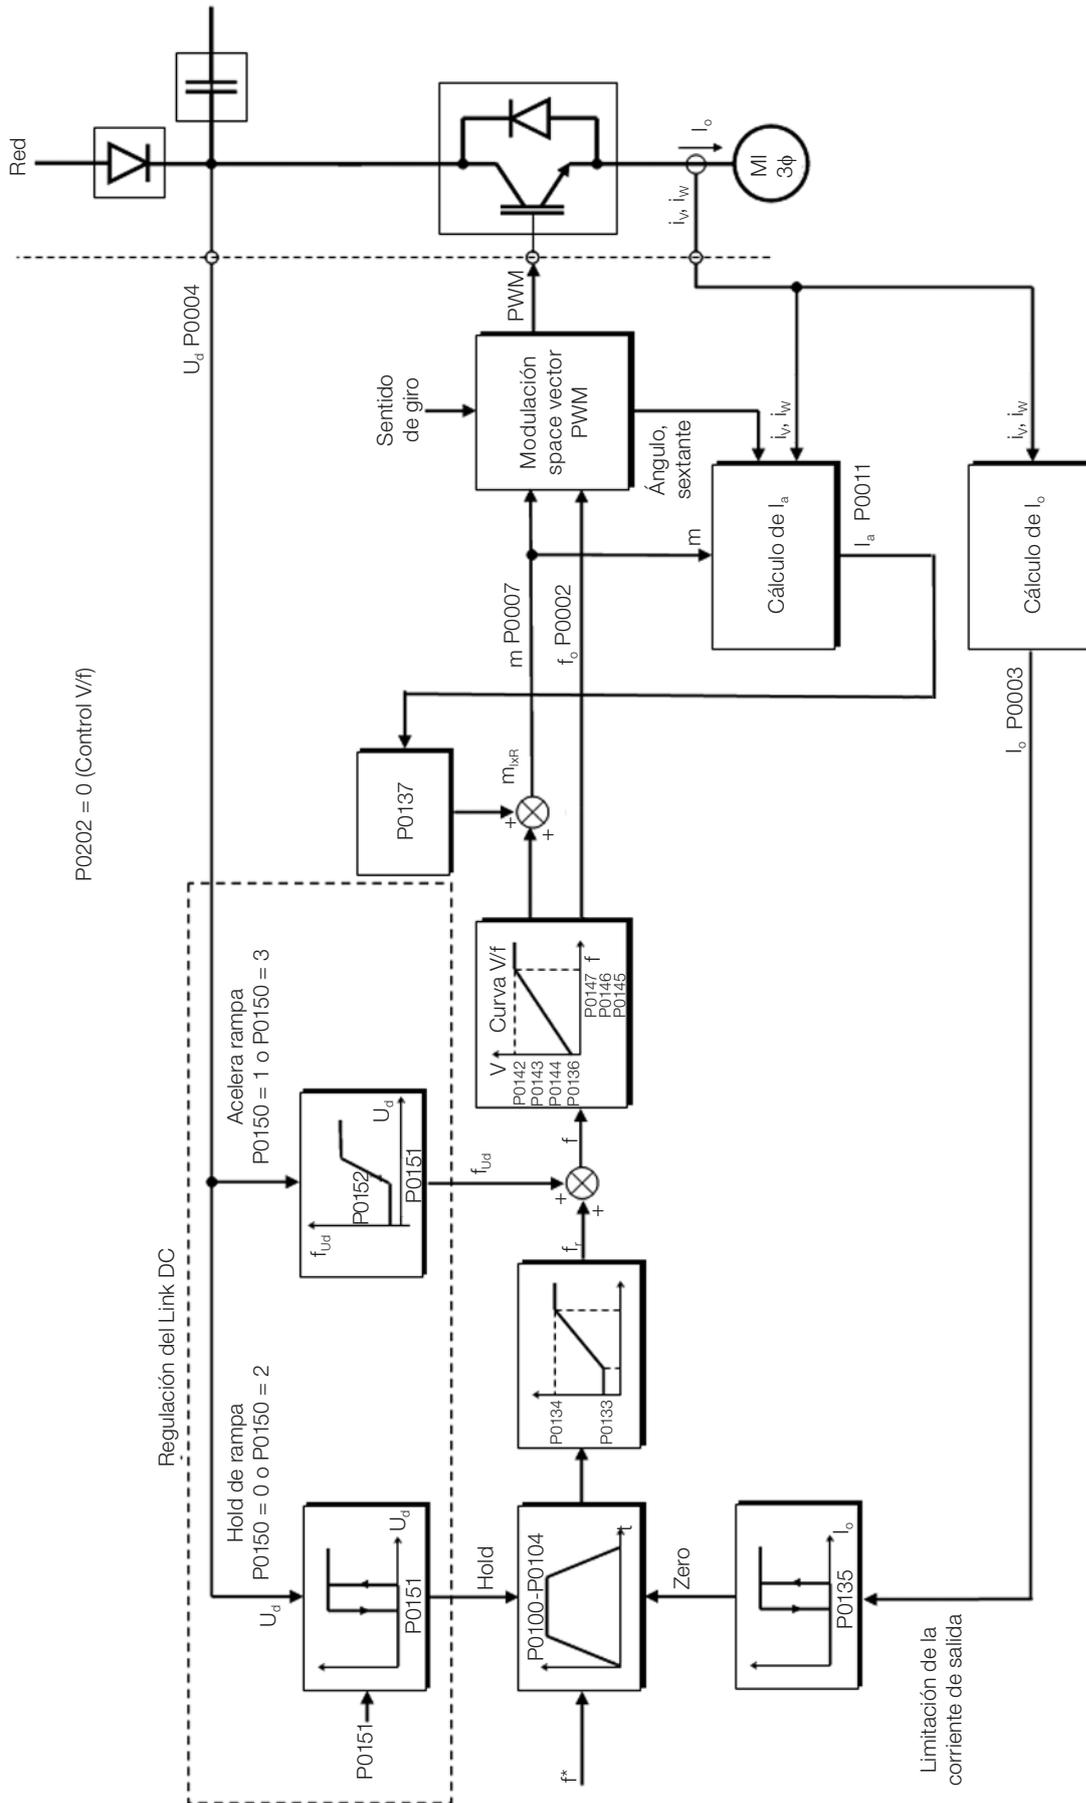

Figura 9.1: Diagrama de bloques del control escalar V/f
Conforme el diagrama de bloques de la Figura 9.1 en la página 9-2, la referencia de velocidad f^* es limitada por P0133 y P0134 y aplicada a la entrada del bloque "curva V/f", donde son obtenidas la amplitud y frecuencia de la tensión de salida impuesta al motor. Para más detalles sobre la referencia de velocidad vea el Capítulo 7 COMANDO LÓGICO Y REFERENCIA DE VELOCIDAD en la página 7-1.
El boost de torque automático compensa la caída de tensión en la resistencia estática en función de la corriente activa. Vea la Figura 9.1 en la página 9-2, donde la variable m_{iR} corresponde a la acción del boost de torque automático sobre el índice de modulación definido por la curva V/f.
- Actuación: cuando la tensión de el Link DC alcanza el nivel ajustado en P0151 es enviado un comando al bloque "rampa", que inhibe la variación de velocidad del motor de acuerdo con la Figura 9.1 en la página 9-2 y la Figura 10.1 en la página 10-2.